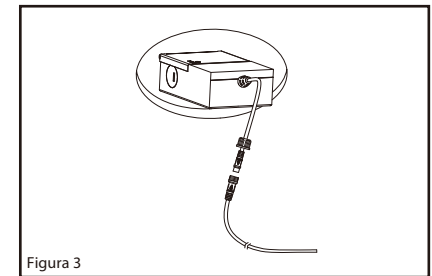

Figura 3
5. Conecte la caja de conexiones al panel LED empotrado con el conector de bloqueo rápido. (Figura 3)
6. Coloque la caja de conexiones en el techo a través del recorte. (Figura 3)